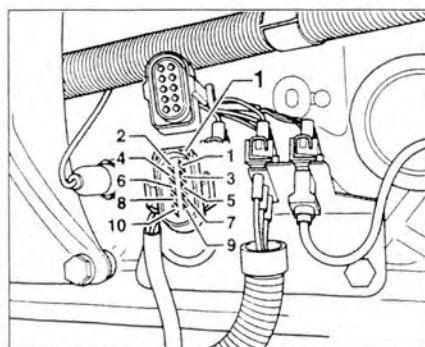

Рис. 3.62. На автомобилях с 10-пальчиковым разъемом топливного насоса: измерьте сопротивление между контактами 4 и 7 разъема 1.
9. Измерьте сопротивление между контактами 4 и 7 разъема 1 (рис. 3.62).